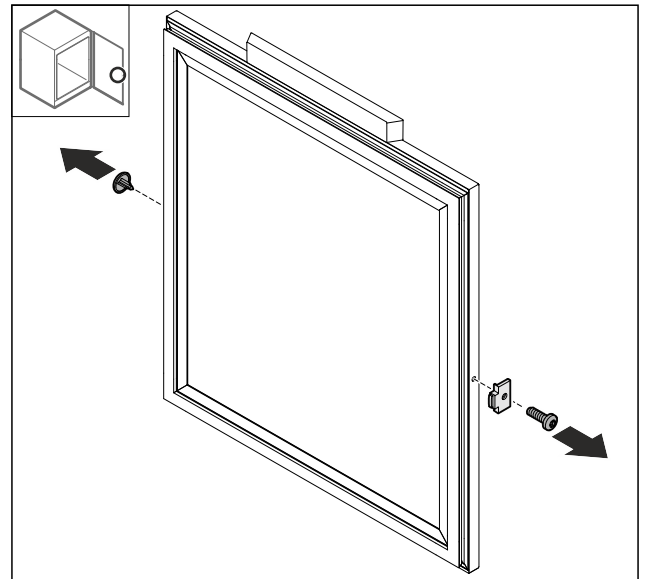

Fig. 69
- ▶ Αφαιρέστε το κάλυμμα Fig. 69 (1).
- ▶ Αφαιρέστε το στοπ πόρτας Fig. 69 (2).